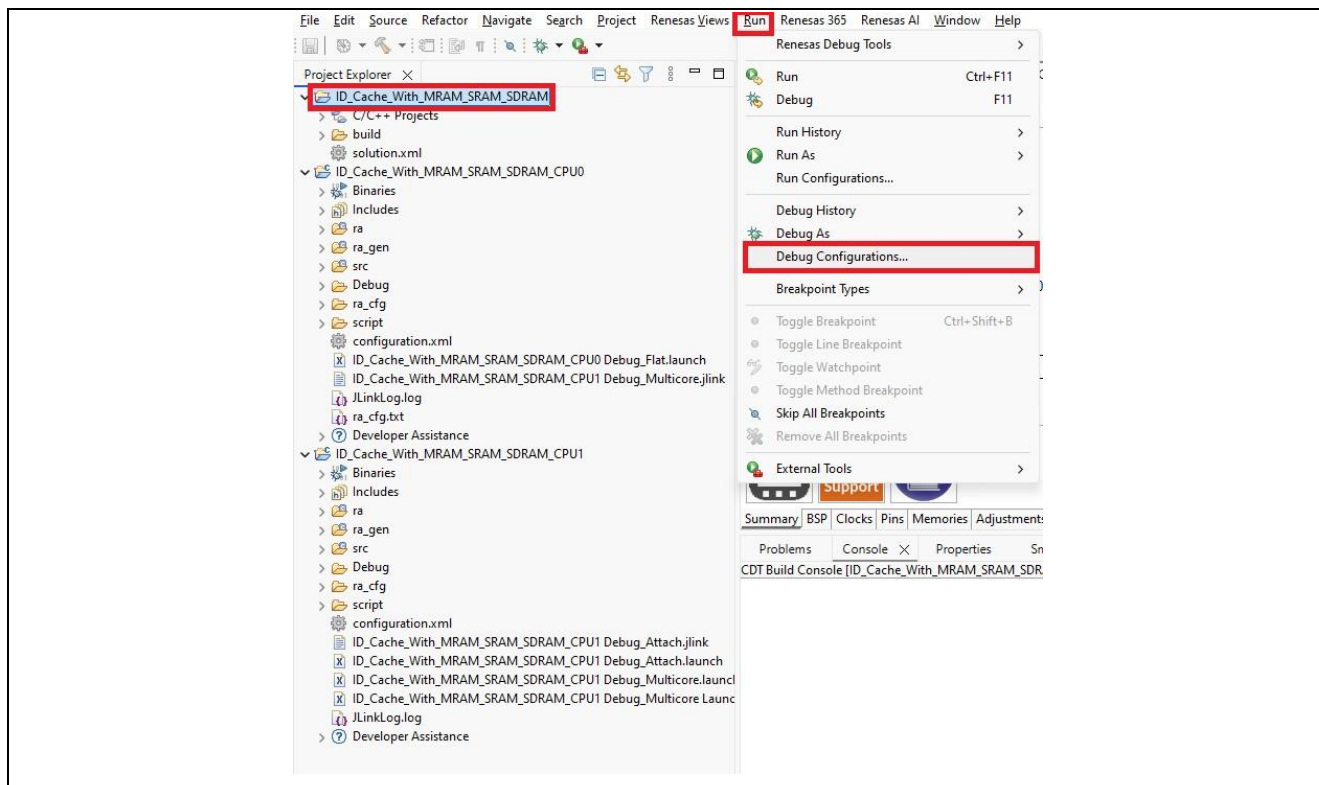

Figure 14. Open Debug Configuration
3. 打开 Debug Configurations，如图 14 所示。